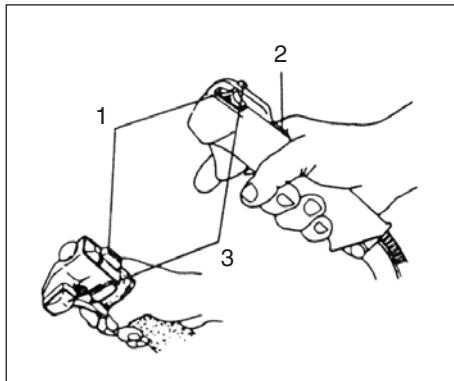

Fig.2-2
Arranque (Fig. 2-2, 2B)
1. Fijar la llave de ignición (1) en la posición ON (encendida). (Fig. 2-2, 2B)
2. Con la traba de seguridad (2) presionada (si esta provista), tirar de la palanca del acelerador y empujar el bloqueo del acelerador (3). luego liberar rápidamente el acelerador y la traba de seguridad. Así quedará bloqueado el acelerador en la posición de arranque. (Fig. 2-2, 2B)